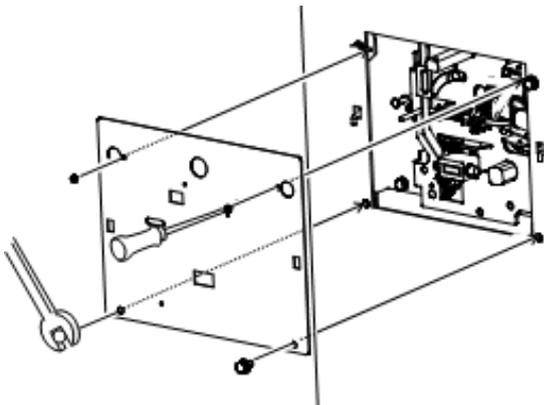

図 4
#### (1) 遮断器本体と表面板を取外すとき (図 4 を参照)